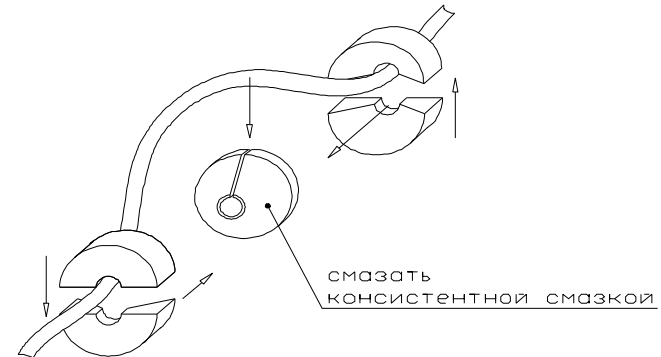

Рисунок 3.
4.3. Подготовить уплотнитель к сборке как указано на рис.3.